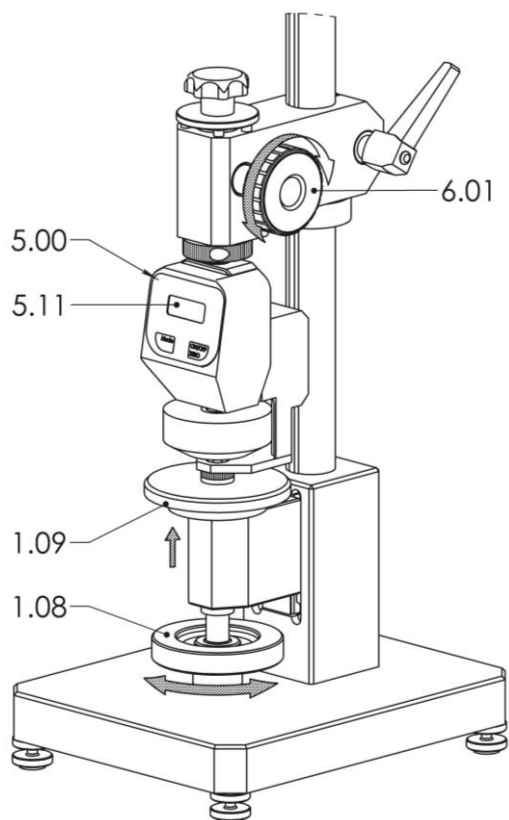

РИС. 16 КОНТРОЛЬ РАССТОЯНИЯ ИЗМЕРЕНИЙ УСТРОЙСТВА IRHD N
- ❗ Измерения прерываются поворотом маховика (6.01, Рис. 16) до исходного упора. Опорный столик (1.09, Рис. 16) будет опускаться с помощью маховика (1.08, Рис. 16) пока образец (1.11, Рис. 16) не будет свободно лежать на столике. Прозвучит двойной сигнал. На дисплее (5.11, Рис. 16) отобразится "0.0".
- ❗ Проверка проводится на опорном столике или металлической пластине. Измерительное устройство (5.00, Рис. 16) включено.
- ⚠ Маховик (6.01, Рис. 16) закручен вверх до упора.
- Перемещайте опорный столик (1.09, Рис. 16) с помощью маховика (1.08, Рис. 16) пока измерительное устройство (5.00, Рис. 16) не покажет "100.0".
- Поверните маховик (6.01, Рис. 16) до нижнего упора.
- ❗ На дисплее (5.11, Рис. 16) загорается показание "100.0". Расстояние измерений верное. Допустимое отклонение результата измерений  $\pm 0.5$ . Проверка проводится, если измерительное устройство установлено, через регулярные интервалы, если в результатах измерений есть отклонения.